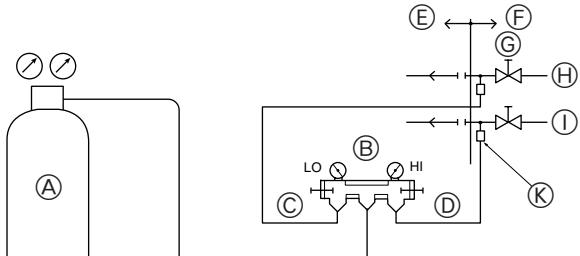

Fig. 5-9
① Проверка герметичности (Fig. 5-9)